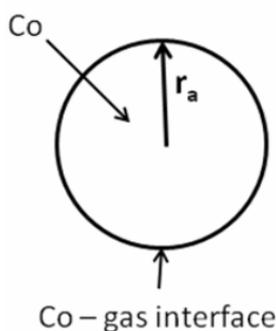

Fig. 1
Il catalizzatore (ad esempio il Cobalto) è spesso usato in forma di nanoparticelle aventi struttura sferica (fig.1). La riduzione delle dimensioni delle particelle di catalizzatore ne aumenta significativamente l'attività. Tuttavia un'indesiderata reazione collaterale causa l'ossidazione del catalizzatore:
2.1.2 Calcola la costante di equilibrio per la reazione (1) quando il catalizzatore di cobalto è disperso in forma di particelle sferiche (Fig.1) di raggio
- (b) nanoparticelle sferiche con $r_a = 1 \text{ nm}$ (Fig. 1).